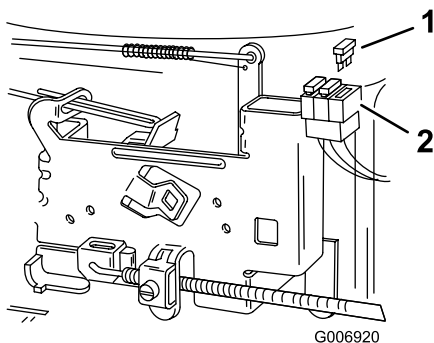

Figura 30
- Tirate il fusibile (Figura 30) per estrarlo dall'attacco.